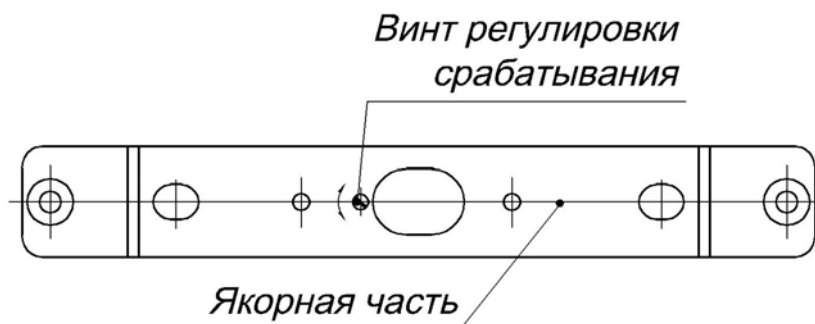

Рис. 6
- 5.4 После установки ЗАЗОРА необходимо проверить надежность срабатывания ЗАМКА. Проверку производить при закрытой двери. При включении ЗАМКА пластина якорной части должна уверенно притягиваться к корпусной части и резко от него отскакивать при выключении. Регулировку срабатывания можно произвести вращением винта, расположенного на пластине (рис. 6). Винт изменяет натяжение рабочей пружины. Вращение винта по часовой стрелке уменьшает натяжение и срабатывание становится более резким. Эта же пружина обеспечивает прижим пластины к основанию в исходном (открытом) положении. Вращение винта против часовой стрелки увеличивает натяжение и прижим.